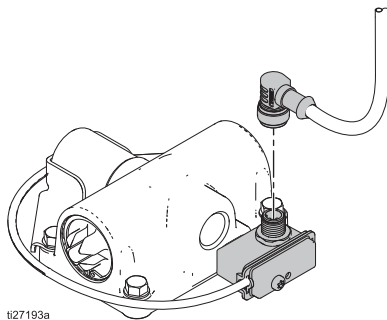

Fig. 2. Desconecte DataTrak
1. Destornille el cable de la parte trasera del conjunto de interruptor de lengüeta. Vea Fig. 2.